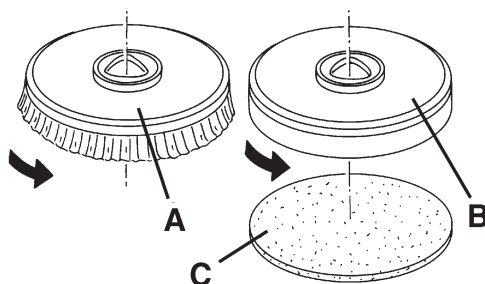

Figure 2
1. Sur la machine, et la brosse (A, Fig. 2) et le plateau support disque (B) avec disque (C) peuvent être installés, en fonction du traitement à effectuer sur le sol.
2. Introduire la clé de contact de la machine (80) et la tourner en position « I ».
3. Porter au minimum le régulateur de vitesse (84), si équipé, en le tournant dans le sens contraire aux aiguilles d'une montre.
4. Positionner la brosse (A) ou le plateau support disque (B) sous la tête (18).
5. Baisser la tête sur la brosse en appuyant sur la pédale (11).
6. Positionner la clé de contact (80) sur « I ».
7. Appuyer sur le bouton One-Touch (71).
8. Appuyer sur les boutons-poussoirs (83) pour permettre l'accrochage de la brosse, puis les relâcher. Si besoin est, répéter la procédure jusqu'à l'accrochage de la brosse.